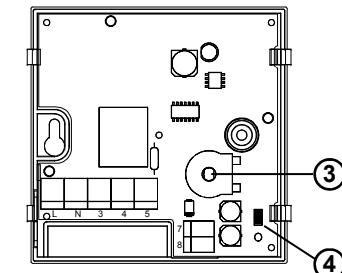

Fig. 6
Quando la temperatura ambiente rilevata è inferiore a quella impostata con il trimmer interno, (3) di Fig. 6, il termostato attiva il relè e contemporaneamente si accende il LED rosso posto sul frontale.
Tramite il trimmer interno di regolazione, (3) di Fig. 6, è possibile impostare la temperatura attorno a cui verrà effettuato il controllo della temperatura ambiente, come indicato al paragrafo precedente, nel range 6°C .. 30°C.
Il termostato esce dalla fabbrica predisposto per il funzionamento con sensore interno. Nel caso in cui l'installazione preveda un montaggio con sonda a distanza, è necessario rimuovere il connettore jumper JP1 (4 di Fig. 6), e collegare una sonda di tipo NTC da 4700 Ohm a 25°C con adeguato valore per il parametro beta ai morsetti 7 e 8. In caso di dubbio sul tipo di sonda da collegare si prega di consultare il costruttore.
If it is planned to install a remote sensor, remove the jumper connector JP1 (4 of Fig. 6) and connect an NTC type sensor (4700 ohm@ 25°C) with a suitable beta value to terminals 7 and 8. In case of doubt as to the type of sensor to connect, please consult the manufacturer.
When the measured room temperature is below the value set on the internal trimmer, (3) of Fig. 6, the thermostat turns the relay on and, at the same time, turns the red LED on.
The user can set the room temperature by moving the internal trimmer, (3) of Fig. 6, to any desired temperature, as explained in the former paragraph, between 6°C and 30°C.